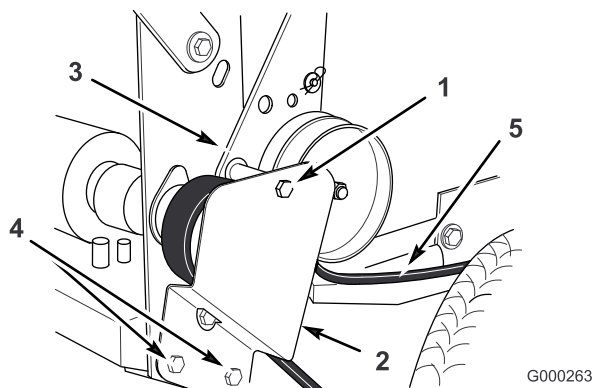

Bild 42
2. Entfernen Sie die obere Schraube, mit der der Spannscheibenträger und die Spannscheibhalterung am hinteren Rahmen befestigt ist (Bild 42).
3. Lockern Sie die beiden unteren Befestigungsschrauben so weit, dass der Riemen zwischen der Antriebsscheibe und dem Spannscheibenträger durchgeht (Bild 42).
6. Setzen Sie die obere Schraube ein, mit der der Spannscheibenträger am hinteren Rahmen befestigt ist (Bild 42).
7. Ziehen Sie die beiden unteren Befestigungsschrauben so weit an, dass der Riemen zwischen der Antriebsscheibe und dem Spannscheibenträger durchgeht (Bild 42).